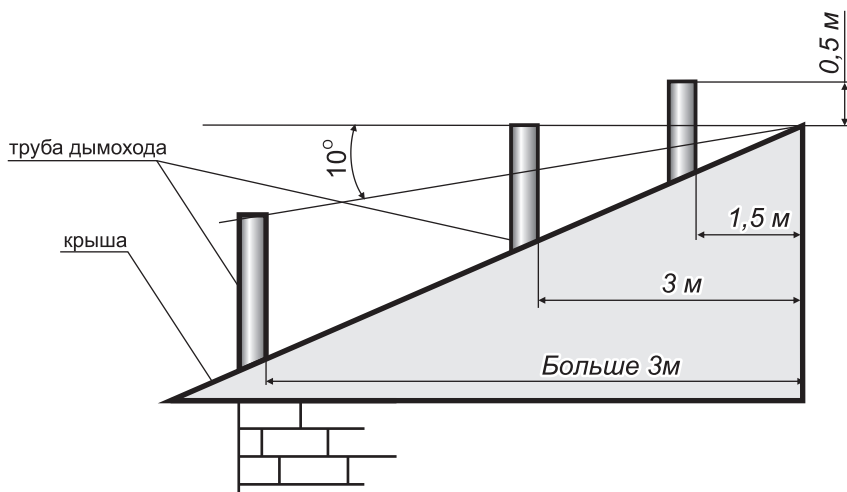

Рис. 5 Схема размещения дымовых труб
6.12. Дымоход (рис.5) должен быть выведен выше зоны ветрового подпора. Высота дымохода над крышей дома устанавливается в зависимости от расстояния его от конька по горизонтали и должна быть: